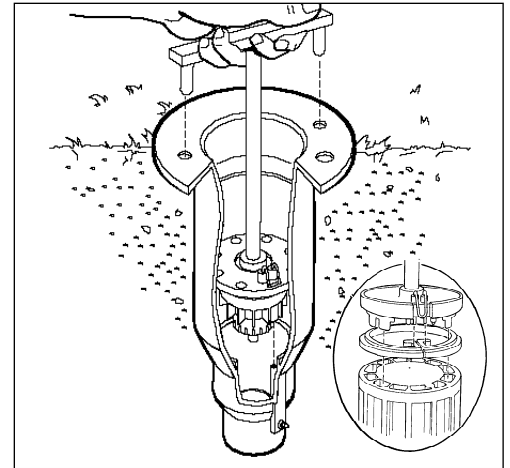

Figura 5
3. Para volver a instalar el conjunto de la válvula con el anillo de retén y para evitar daño a la tubería de comunicación en el cuerpo del aspersor, utilice la herramienta para inserción de la válvula (N/P 995-76). La herramienta para inserción de la válvula alineará en forma automática el conjunto de la válvula con la tubería de comunicación del cuerpo del aspersor y asentará el anillo de retén de la manera correcta. (Vea la **Figura 5.**)
NOTA: Es posible instalar el anillo retén al revés. Vea el recuadro en la **Figura 5** para asegurarse de que el anillo de retén se coloque en la herramienta de inserción de la manera correcta.